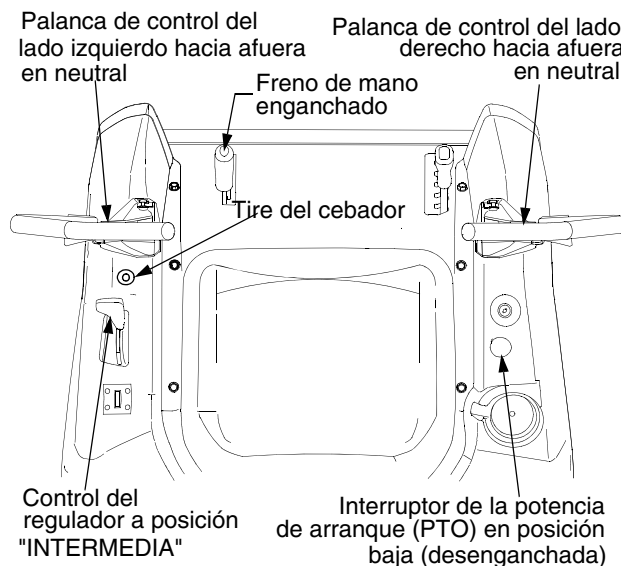

Figura 10
- Coloque las palancas de control de transmisión del lado derecho y del lado izquierdo totalmente hacia afuera, en posición neutral. Consulte la Figura 10.
- Coloque el freno de mano. Consulte la Figura 10.
- Verifique que el interruptor de la potencia de arranque (PTO) se encuentre en posición desenganchada (abajo). Consulte la Figura 10.